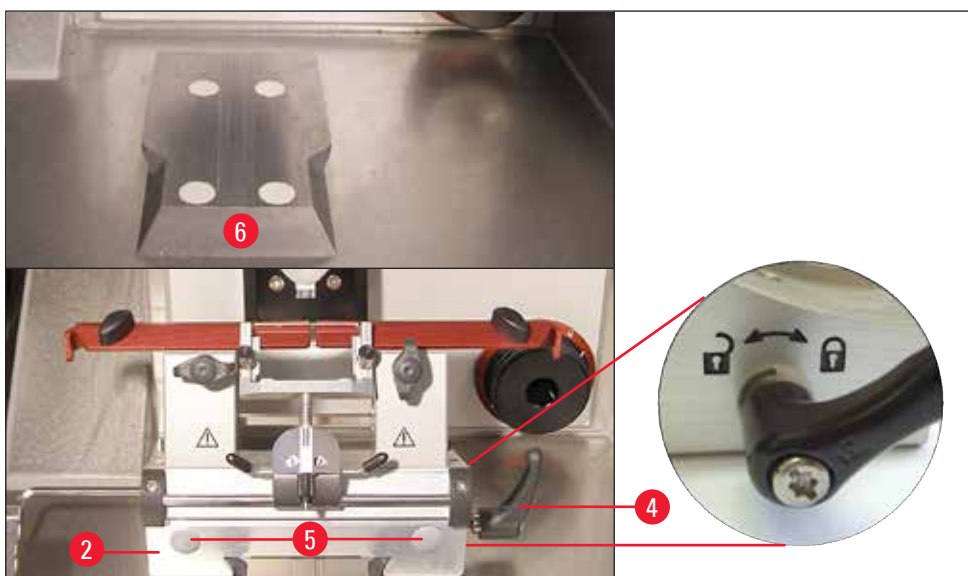

図 25
- ナイフ/ナイフホルダーベース(→ 図 25-2)をダブルテールガイド(→ 図 25-6)に正面から押し付け、クランプレバー(→ 図 25-4)で締め付けます。ナイフ/ナイフホルダーベースの右側のクランプレバー(→ 図 25)の拡大図を参照)を時計方向に(閉じたロックの記号の方へ)動かします。ベースを移動するには、クランプレバーを少しだけ開き、何かのはずみで試料ヘッド方向にベースが動くのを防ぎます。ナイフ/ナイフホルダーベースの右側のクランプレバー(→ 図 25)の拡大図を参照)を反時計方向に(開いたロックの記号の方へ)動かします。